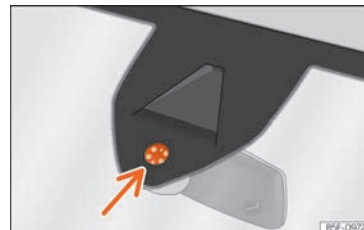

Fig. 115 Superficie sensible del sensor de lluvia.
Las posibles causas de anomalías e interpretaciones erróneas en la zona de la superficie sensible »» fig. 115 del sensor de lluvia son, entre otras:
- Limpie regularmente la superficie sensible del sensor de lluvia y compruebe posibles daños en las escobillas »» fig. 115 (flecha).